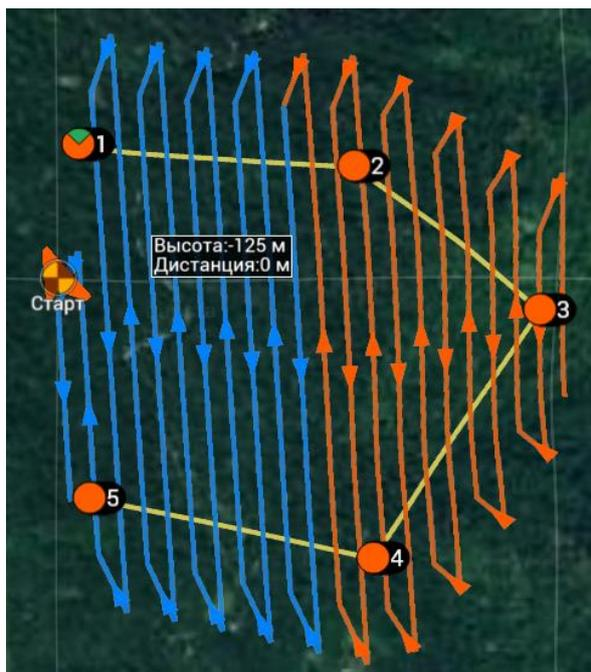

Рисунок 27 – Инструмент «Площадная съемка»
8.3.2. «Площадная съемка» (рис. 27) – инструмент для автоматического расчета площадного маршрута в пределах обозначенной площади. Существует возможность выбора модели камеры, фокусного расстояния объектива, высоты полета, поперечного перекрытия и азимута построения маршрута. Инструмент позволяет производить расчет площадной съемки в границах уже созданного полетного задания.